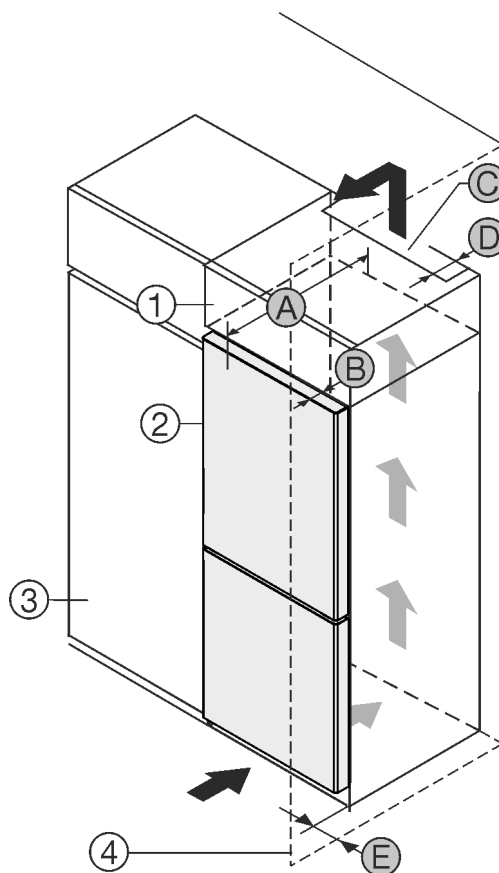

Fig. 1
Přístroj nainstalujte přímo vedle kuchyňské skříňky Fig. 1 (3).*
Na zadní straně nastavné skříňky musí být větrací šachta hluboká Fig. 1 (D) přes celou šířku nastavné skříňky.*
Pod stropem místnosti musí být dodržen ventilační průřez Fig. 1 (C).*
Když se přístroj instaluje závěsy vedle stěny Fig. 1 (4), musí být vzdálenost mezi přístrojem a stěnou minimálně 13 mm.*
Když se přístroj instaluje závěsy vedle stěny Fig. 1 (4), musí být vzdálenost mezi přístrojem a stěnou minimálně 20 mm.*
Aby bylo možné dvířka plně otevřít, musí přístroj přesahovat o hloubku dvírek *Fig. 1 (B)* vůči přední linii kuchyňské skříňky. V závislosti na hloubce kuchyňských skříněk *Fig. 1 (3)* a použití vymezovačů odstupů od stěny může přístroj vyčnívat dále.*